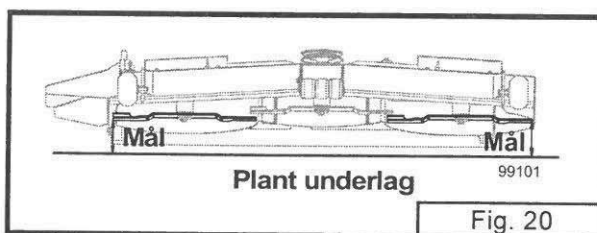
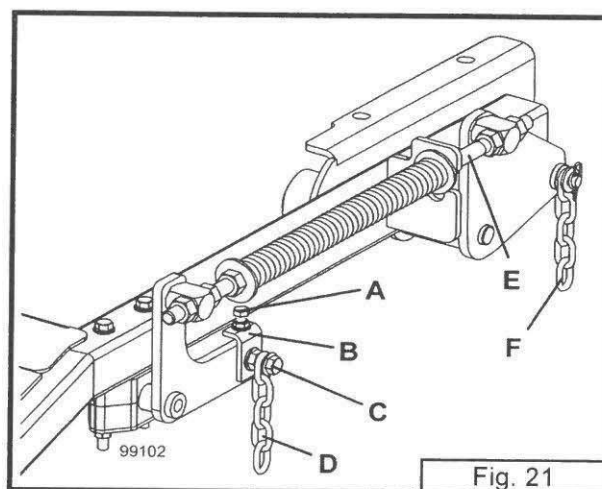

Fig. 20
Fig. 21
(Henviser til fig. 20 og 21)
3. Placer venstre knivblad på tværs af maskinen og mål afstanden fra den yderste knivspids ned til det plane gulv (henviser til fig. 20).
6. Hvis justering er nødvendig gøres bolten (E) længere for at forhindre de bagerste liftkæder at hænge løst.
7. Justeringsskruen (A) sidder på det forreste klipperophæng i venstre side (henviser til fig. 21).
8. Løsn 7/16-kædebolten (C) ved det forreste klipperophæng i venstre side lidt, så justeringsbeslaget (B) kan reguleres.
9. Juster venstre side af klipperdækket op eller ned efter behov, indtil afstanden er den samme som i højre side. Når justeringsskruen (A) drejes med uret, løftes klipperen og når den drejes mod uret, sænkes klipperen.
10. Drej på justeringsskruen (A) indtil knivbladene i begge sider er i samme højde over gulvet.
11. Med knivbladene stillet på tværs spændes 7/16-bolten (C) sikkert fast.